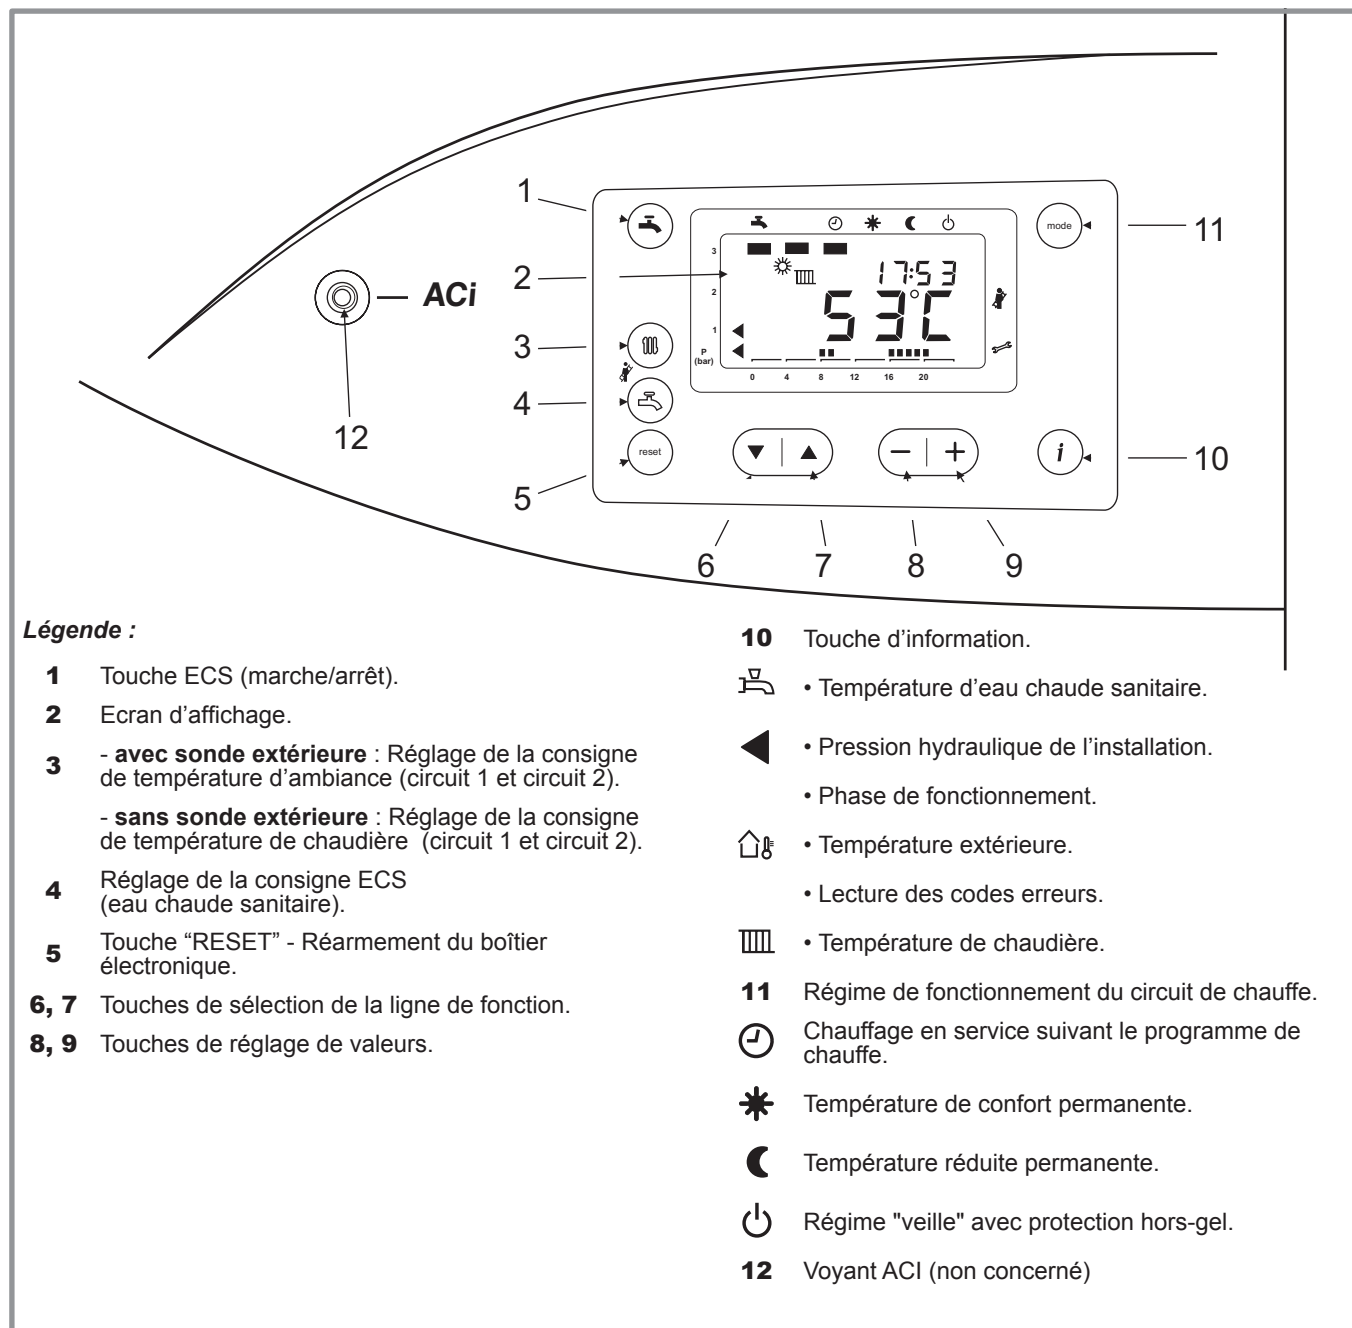

figure 42 - Tableau de contrôle
- Appuyer sur la touche ▼ ou ▲ (rep. 6 et 7, figure 42).
Appuyer sur la touche ▼ ou ▲ (rep. 6 et 7, *figure 42*).
Régler les valeurs réglables avec (-) ou (+) (rep. 8 et 9, *figure 42*).